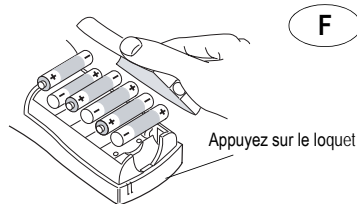

Figure 2
1. Appuyez sur le loquet au-dessus de l'imprimante pour ouvrir le couvercle du compartiment à piles. Voir Figure 2.